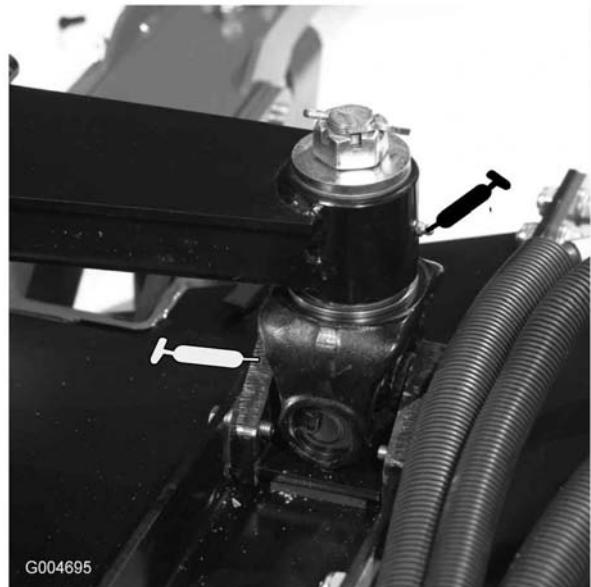

Figure 43
- Bagues de bras de relevage principal (6) (Figure 42 et Figure 43)